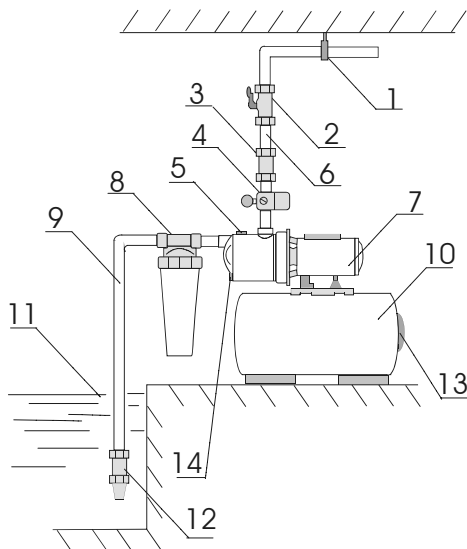

рис.1
- Условные обозначения на рис.1: 1-опора напорной магистрали, 2-кран, 3-обратный клапан, 4-реле давления, 5-отверстие для залива воды, 6-напорная магистраль, 7-насос, 8-магистральный фильтр, 9-всасывающая магистраль, 10-гидроаккумулирующий бак, 11-вода, 12-обратный клапан с сеточкой, 13-крышка, закрывающая нипель, 14-отверстие для слива воды.
8.1.5. Всасывающая труба должна иметь на конце обратный клапан с сеточкой (рис.1 поз.12) при всасывании из колодца, а также, если возможно попадание мелких механических частиц, магистральный фильтр перед насосной станцией (рис.1 поз.8).
8.1.7. На выходной трубе из насоса рекомендуется установить обратный клапан (рис.1 поз.3) для предотвращения гидродаров в моменты включения/выключения насоса и кран (рис.1 поз.2), настройка которого описана в пункте 12,6.
а) Откройте заливное отверстие, отвинтив гайку (рис.1 поз.5).
в) Плотно завинтите заливное отверстие (рис.1 поз.5) для предотвращения подсоса воздуха.
б) При работе насосной станции кран (рис.1 поз.2) должен быть открытым. Он является простым устройством настройки нормального режима работы насосной станции. При полностью открытых кранах всех точек разбора гидравлической системы и работающем насосе давление воды в системе (которое показывает манометр) не должно опускаться ниже минимально допустимого (указанного на корпусе насоса). Для этого кран (рис.1 поз.2) нужно прикрывать до тех пор, пока давление воды в системе (которое показывает манометр) не достигнет значения минимально допустимого, указанного на корпусе насоса. Возможен случай, когда это требование может быть выполнено при полностью открытом кране. Потом желательно предотвратить возможность случайного открывания/закрывания крана (рис.1 поз.2).
б) Если насосная станция долгое время не будет работать, необходимо слить воду через сливное отверстие (рис.1. поз.14). Используя заливное и сливное отверстие промыть насос чистой водой. Убедитесь что в насосе не осталось воды. Эта операция должна проводиться всегда, если есть угроза замерзания воды. При замерзании воды в насосе он разрушается и восстановлению не подлежит.
- снять пластиковую крышку на гидроаккумулирующем баке (рис.1 поз.13);